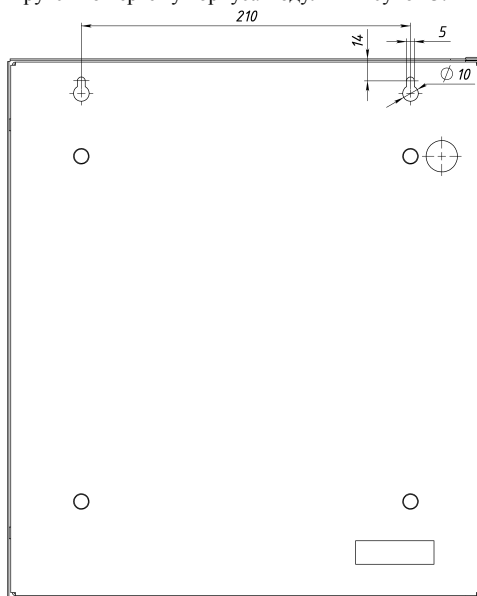

Рисунок 3 - Установочный чертёж модуля
- Открутите винты, фиксирующие переднюю крышку модуля. Откройте переднюю крышку. Просверлите в стене два отверстия. В отверстия вкрутите шурупы и подвесьте на них модуль. Установку модуля на стену производителе, ориентируясь по чертежу корпуса модуля - Рисунок 3.